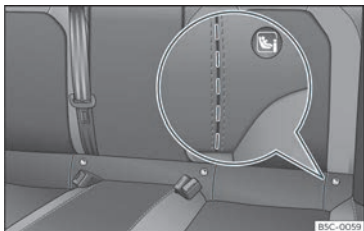

Fig. 27 Banco traseiro: ranhuras recortadas para aceder aos anéis de fixação ISOFIX/i-Size.
guns veículos, os anéis estão fixos à armação do banco e noutros ao piso traseiro. Os anéis «ISOFIX» estão situados entre o encosto e o assento do banco traseiro»» **Fig. 27**. Os anéis Top Tether estão situados na zona posterior dos encostos traseiros (atrás do en-
- Proceda previamente à abertura manual do recorte situado atrás das ranhuras marcadas para ter acesso às argolas de fixação >>> **Fig. 27**.